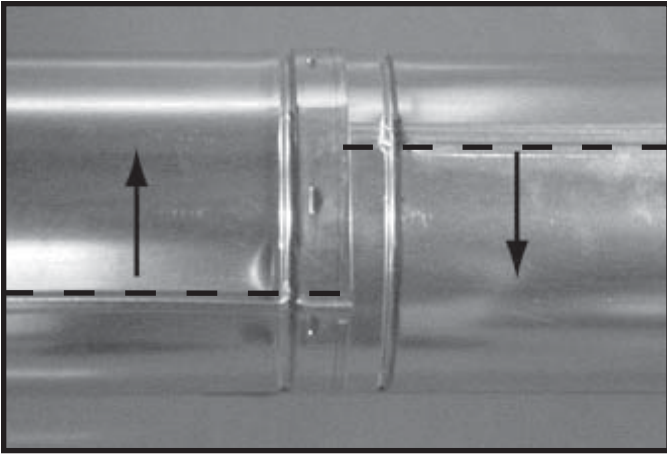
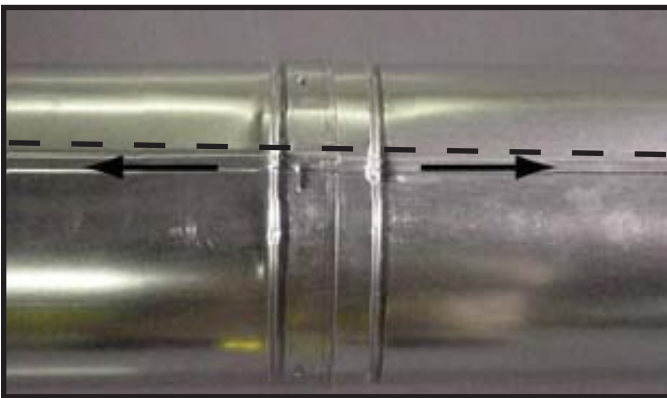

Fig. 10.7 Roter skjøtene for demontering
Fig. 10.8 Sammenpass og demonter ventilseksjoner
- Roter begge deler (se Fig. 10.7) slik at skjøtene på begge rørdeler sammenpasser, som vist i Fig. 10.8.